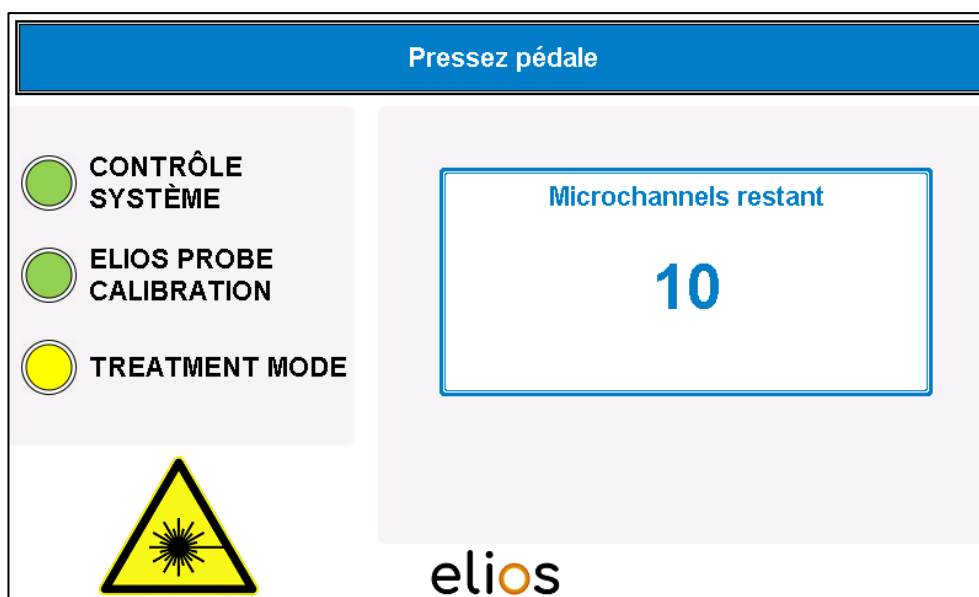

Fig. 4-15: TREATMENT MODE
- Le laser est **immédiatement** déclenché par l'activation de l'interrupteur à pédale, un traitement (20 impulsions) peut être mis en place (Fig. 4-15).
- L'écran affiche le nombre restant de micro-canaux (Fig. 4-15).